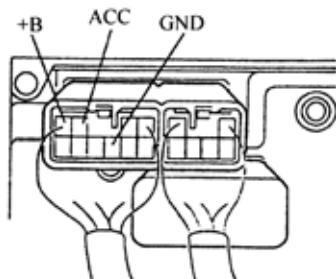

图 9-163
①检查收音机总成 (+B、ACC、GND)，如图 9-163 所示。
(7)检查收音机总成(+B、ACC、GND)(见图9-163)。
①检查每个工况下端广间的导通情况，其标准应符合表9-64所示要求。
②测量每个工况下端子间的电压，其标准应符合表9-65所示要求。
①检查每个工况下端子间的导通情况，其标准应符合表9-64所示要求。